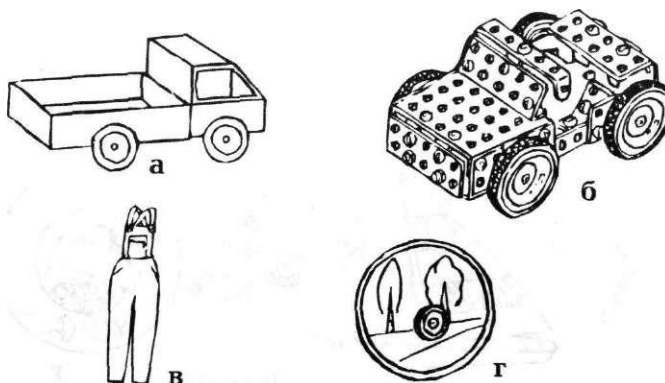

Рис. 5
а) модель вантажного автомобіля з цупкого паперу чи картону, сірникових коробок (рис. 5, а);
б) модель легкового автомобіля з технічного конструктора (рис. 5, б).
2. Пошити комбінезон для водія вантажного автомобіля (рис. 5, в).
3. Виготовити з фольги способом тиснення за власним задумом емблему автомобільного маршруту (рис. 5, г).